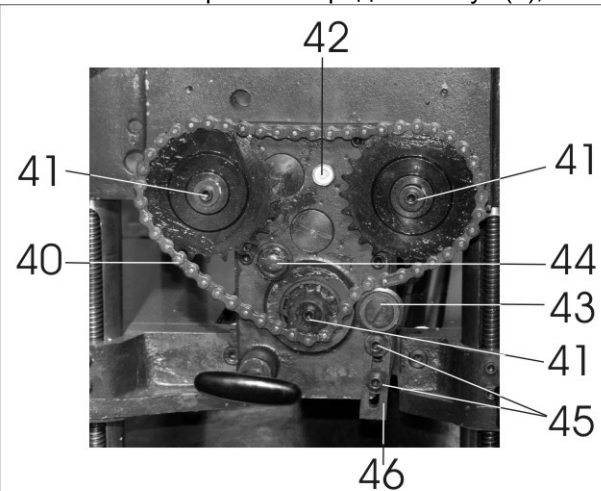

Рис.13
14.4. Своевременно проверяйте и, при необходимости, доливайте, выкрутив масляную пробку (42), трансмиссионное масло в редуктор автоматической подачи станка до середины окна уровня масла (44), Рис.13.
10.3. Регулировка натяжения цепи механизма автоматической подачи заготовки (Рис.13)